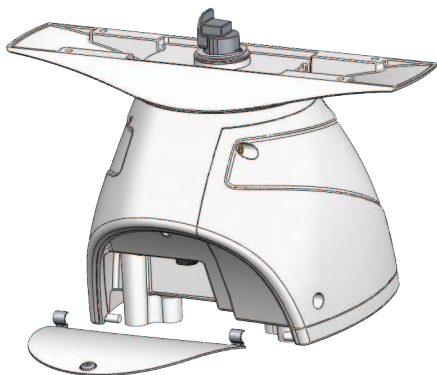

Ilustración 1
1. Desmonta la escotilla de la parte delantera del pedestal aflojando el tornillo y levantándola para sacarla de las bisagras, tal como se muestra en la ilustración 1.